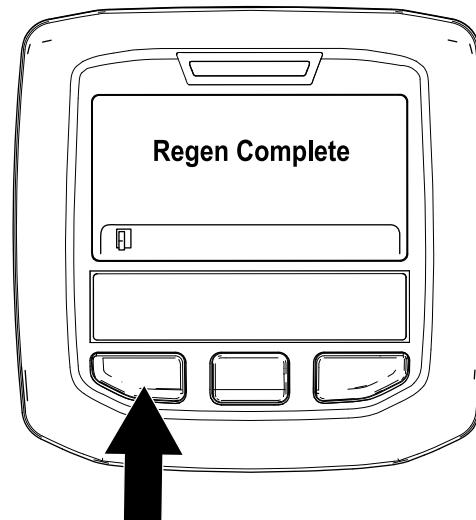

Figure 58
- La régénération en stationnement est terminée quand le message « Regen Complete » (régén. terminée) s'affiche dans l'InfoCenter. Appuyez sur le bouton gauche pour quitter l'écran d'accueil (Figure 58).